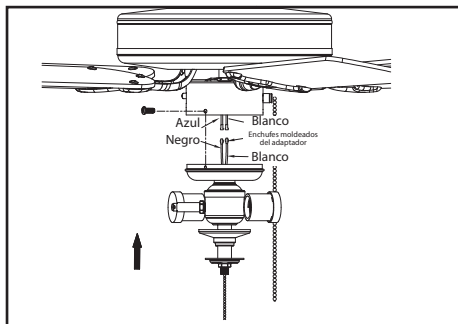

Figura 13
1. Quita y conserva los tres tornillos de montaje de la cubierta de la caja del interruptor del soporte del kit de luces (Figura 13).
3. Quita y conserva los tres tornillos de montaje de la cubierta de la caja del interruptor del soporte del kit de luces (Figura 13).